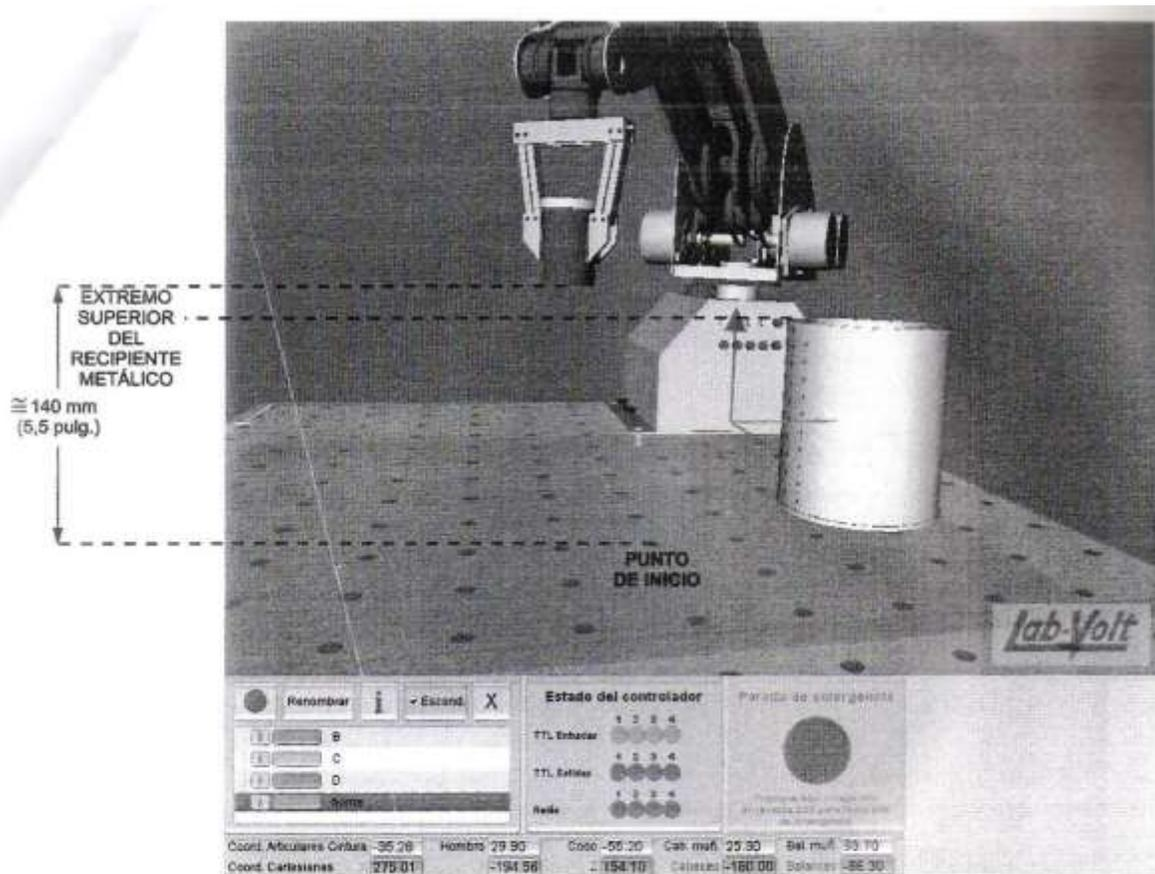

Figura 7-5. La caja de rollo ha sido posicionada por encima del envase metálico.
- a. En la *ventana* Movimiento, utilice las flechas de las cinco articulaciones del robot para subir la caja de rollo aproximadamente 140 mm (5,5 pulg.) sobre la superficie de trabajo (y por supuesto sobre el envase metálico), tal como se aprecia en la figura 7-5.